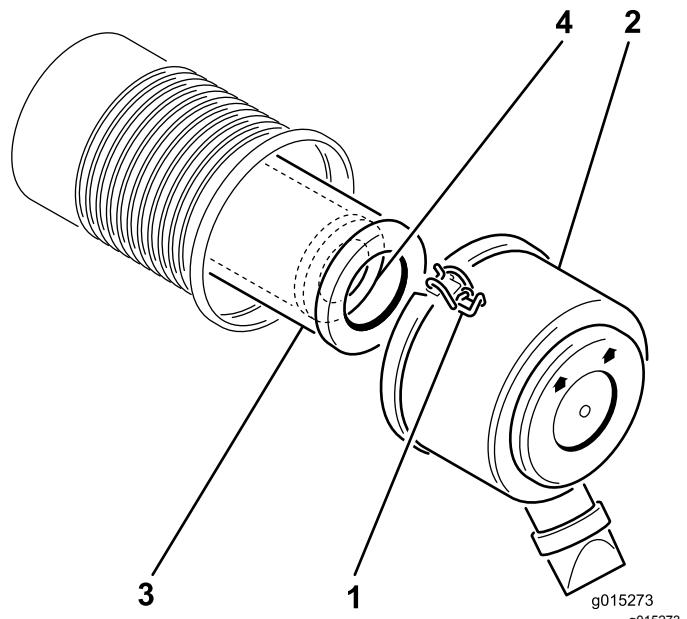

Figura 14
2. Liberte os trincos que fixam a cobertura do filtro de ar ao respetivo corpo. Retire a cobertura do respetivo corpo (Figura 14).
4. Deslize suavemente o filtro principal para fora da estrutura do filtro (Figura 14).
- Se substituir o filtro de segurança, deslize-o cuidadosamente para o corpo do filtro (Figura 14).
- Deslize cuidadosamente o filtro principal sobre o filtro de segurança (Figura 14).
- Instale a tampa do filtro de ar com o lado indicado como up virado para cima e aperte os trincos (Figura 14).